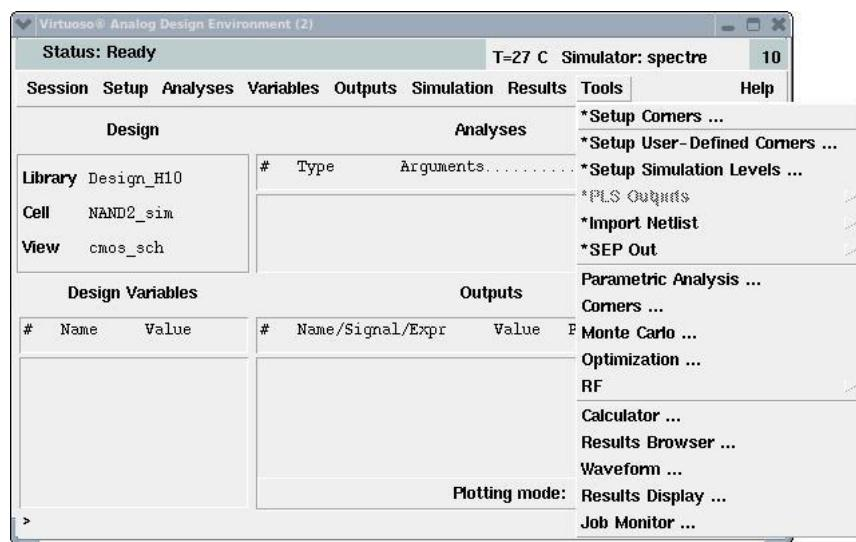

Рис.5.1. Запуск графической формы для подключения моделей в ADE.
- 1) Выбрать пункт меню *Tools->*Setup Corners ...* в главном окне ADE (рис. 5.1).